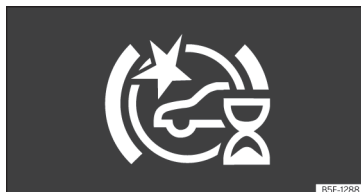

Fig. 149 A la pantalla del quadre d'instruments: indicació d'autocalibratge inicial del sistema.
- Durant els primers instants de conducció després de connectar l'encesa, a causa de l'autocalibratge inicial del sistema. Durant aquesta fase, es notificarà amb la indicació següent a la pantalla del quadre d'instruments»» **fig. 149**.
El Front Assist s'activa quan es connecta l'encesa. En el moment d'encendre el vehicle, pot ser que el Front Assist pot estigui disponible durant un curt termini de temps mentre el sistema arrenca. Durant aquest temps, es mostrarà la icona següent a la pantalla del quadre d'instruments»» **fig. 149**.